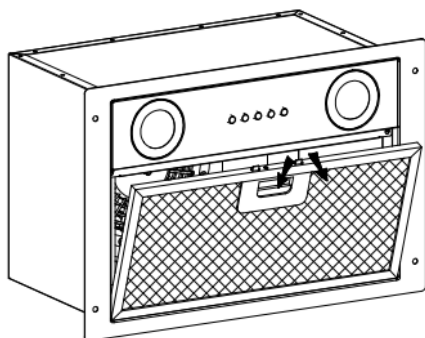

Рис. 3
4. Зніміть алюмінієвий фільтр. Див. рис. 3. Потім прошовхніть пристрій у шафу. Див. рис. 4.